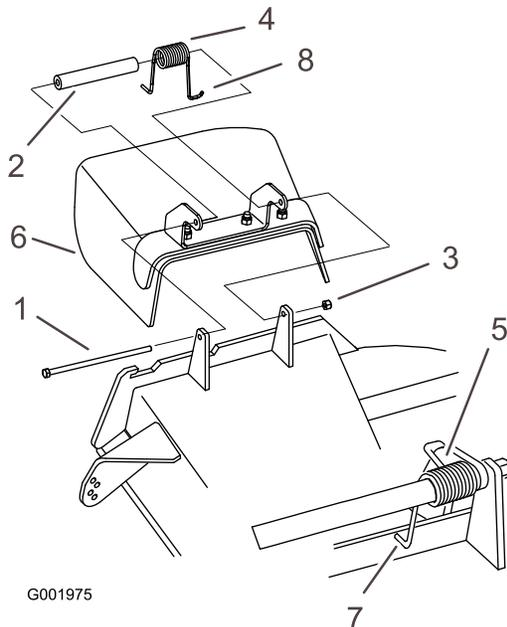

Figure 75
1. Retirez le contre-écrou, le boulon, le ressort et l'entretoise qui fixent le déflecteur aux supports de pivot (Figure 75).
Remarque: Prenez soin de placer une extrémité en **J** du ressort derrière le bord du tablier avant de mettre le boulon en place, comme illustré à la Figure 75.
4. Remettez le boulon et l'écrou. Accrochez l'extrémité en **J** du ressort au déflecteur d'herbe (Figure 75).